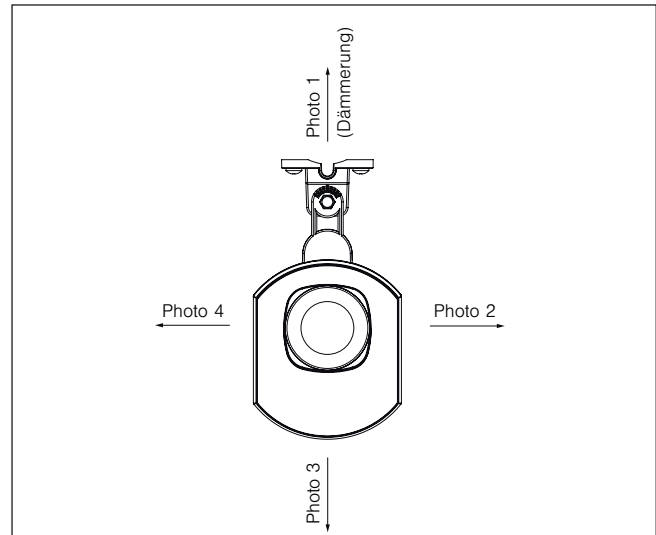

Abb. 2 Ausrichtung der Photodioden
- Die Photodiode 1 steuert die Dämmerungsautomatik (siehe Abb. 2). Aus diesem Grund ist die Wetterstation so zu montieren, dass diese Photodiode nachts nicht durch Straßen- oder Gartenbeleuchtung oder sonstiges Fremdlicht (z.B. Taschenlampen) beeinflusst werden kann.
Den vier Photodioden sind werkseitig die Ziffern von 1 bis 4 zugeordnet, siehe Abb. 2.